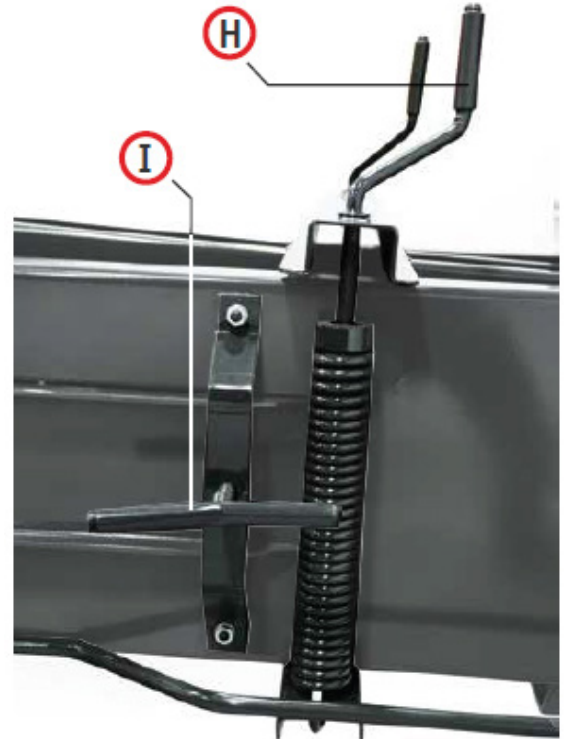

Fig. 6
Para cambiar la convergencia y luego la presión de trabajo, usted debe trabajar con prensadores superiores, prensadores inferiores (H) y también prensadores laterales controlados por palancas (I) (para modelos equipados con ellos) (Fig.6).